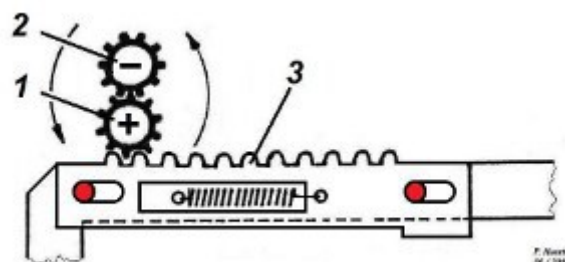

Abb. 8: Werteübergabe
Die Zählräder der Zweispezies-Maschinen (Abb. 8) setzen sich zusammen aus einem Plusrädernsatz (1) und einem Minusrädernsatz (2). Beide sind über ihre Verzahnung gekoppelt.